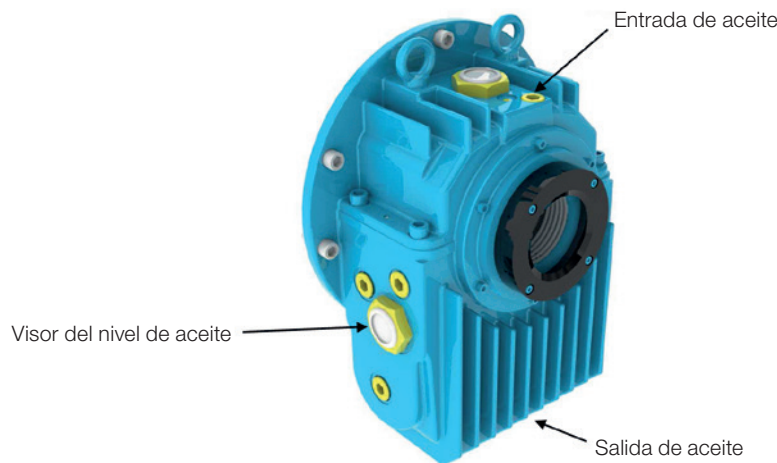

Figura 56 - Cojinete de deslelevación.
- Drene el aceite a través del drenaje localizado en la parte inferior de la carcasa del cojinete (ver Figura 56;